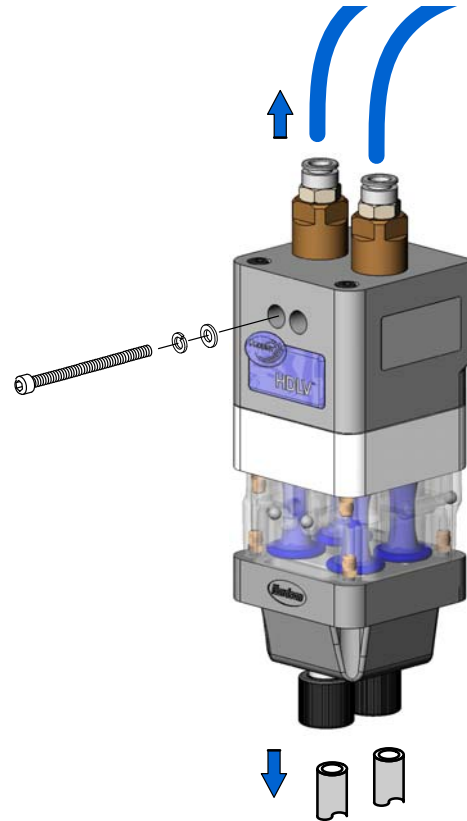

Abb. 9 Zerlegen vorbereiten
1. Siehe Abb. 9. Die Spülluftleitungen oben von der Pumpe abnehmen.